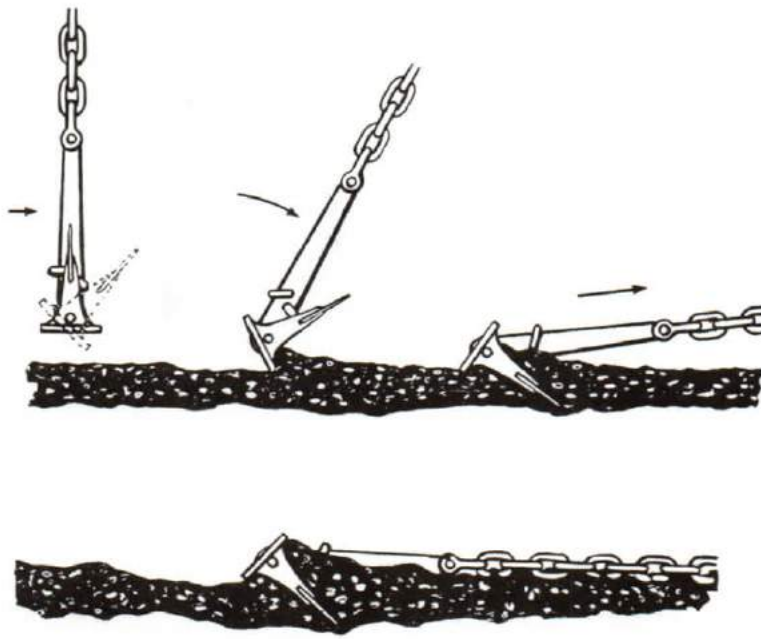

Figure 11-64
15. When the anchor is let go, it lies flat on the bottom until the pull of the ship on the cable drags the anchor along the bottom and thus causes the tripping palms to tilt the arms so that the flukes dig themselves in and give the anchor a hold. For the anchor to maintain its hold it is essential that the pull of the cable on it should be horizontal. Sufficient cable must therefore always be veered to ensure that the part next to the anchor lies flat on the ground. The length of cable between the anchor and the ship also acts as a spring in preventing the anchor from being jerked out of the ground when the ship is yawing or pitching. See Figure 11-64.
15. Lorsqu'on mouille l'ancre, elle tombe à plat sur le fond jusqu'à ce que la traction du navire sur la chaîne traîne l'ancre sur le fond. Les ressauts font incliner les bras et les oreilles s'enfoncent d'elles-mêmes et font tenir l'ancre. Pour que l'ancre tienne en place, il est essentiel que la traction sur la chaîne s'exerce dans le sens horizontal. On laissera donc suffisamment de chaîne pour que la partie proche de l'ancre reste à plat sur le fond. La longueur de chaîne entre l'ancre et le navire agit également comme un ressort pour empêcher que l'ancre ne soit arrachée du fond par les embardées ou le tangage du navire (voir la figure 11-64).